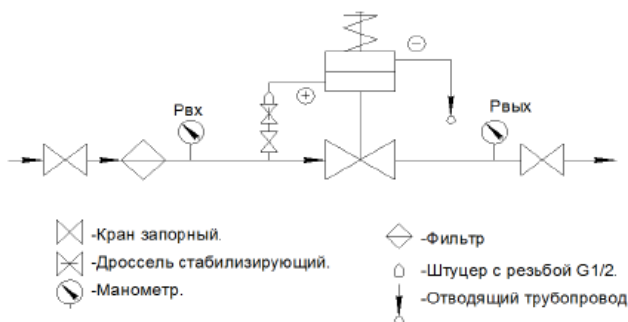

Рис. 4
- установить штуцер из комплекта регулятора на трубопровод согласно схеме подключения регулятора (рис. 4) в месте, удобном для подсоединения импульсной линии. Штуцер вкручивается в запорный кран (внутренняя резьба G ½) на отводе трубопровода;